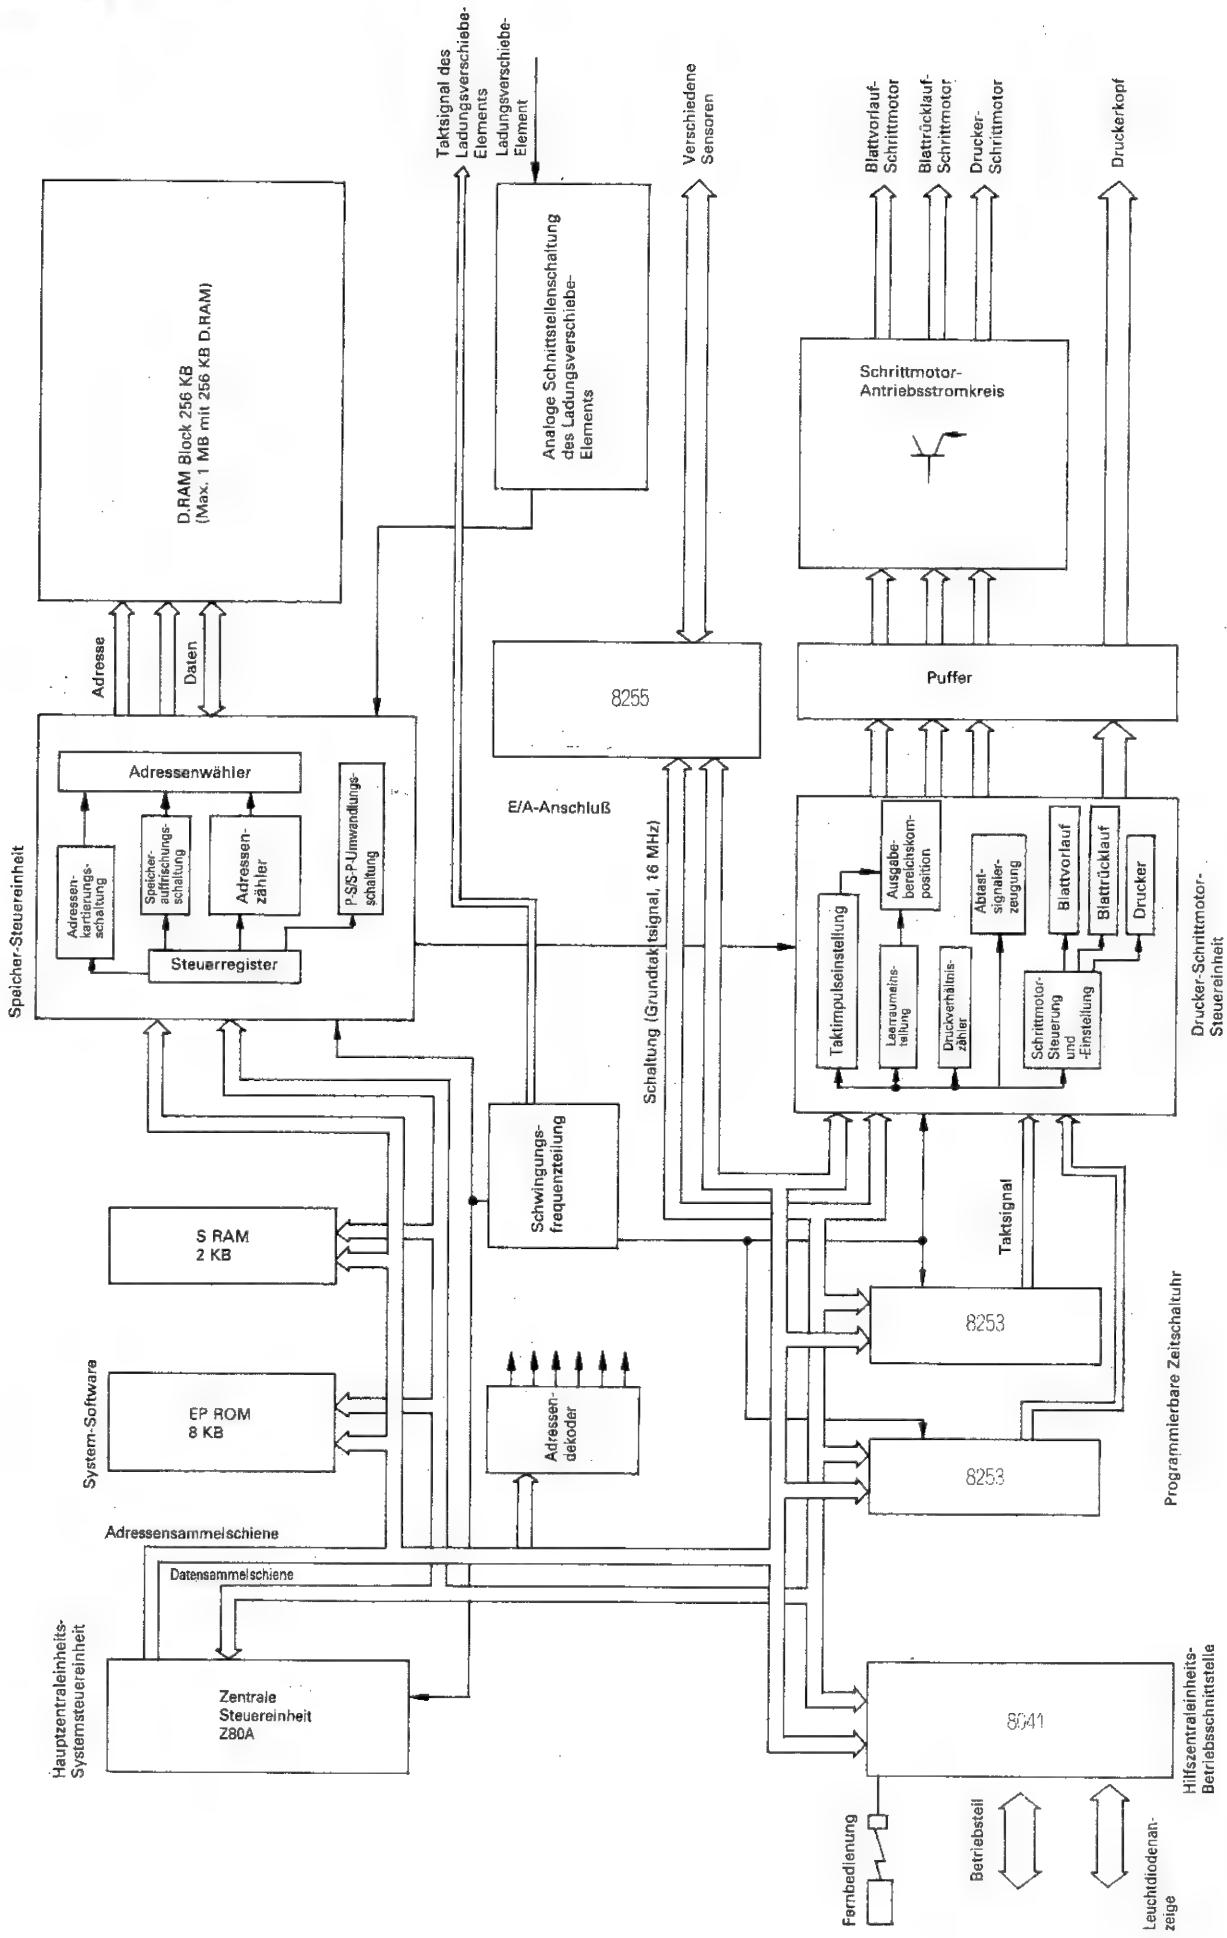

Abbildung 5 Hauptblöcke Schaltbild
- 4) Direktwahl eines gewünschten Bildes von 1 bis 5. (Bild 5 kann nicht kopiert werden.)